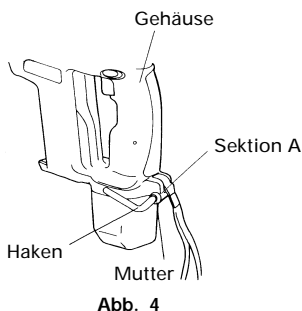

Abb. 4
- (1) Den Haken in den Abschnitt A des Gerätkörpers einschieben und ihn dann im Uhrzeigersinn drehen, um das Spiel zwischen dem Gehäuse und dem Haken in die angemessene Position zu bringen. Die Mutter im Uhrzeigersinn anziehen, um den Haken sicher zu befestigen. (Abb. 4)
- (2) Der Haken kann über einen Trageriemen oder über einen Röhre mit einem Durchmesser von bis zu 18 mm gehakt werden.